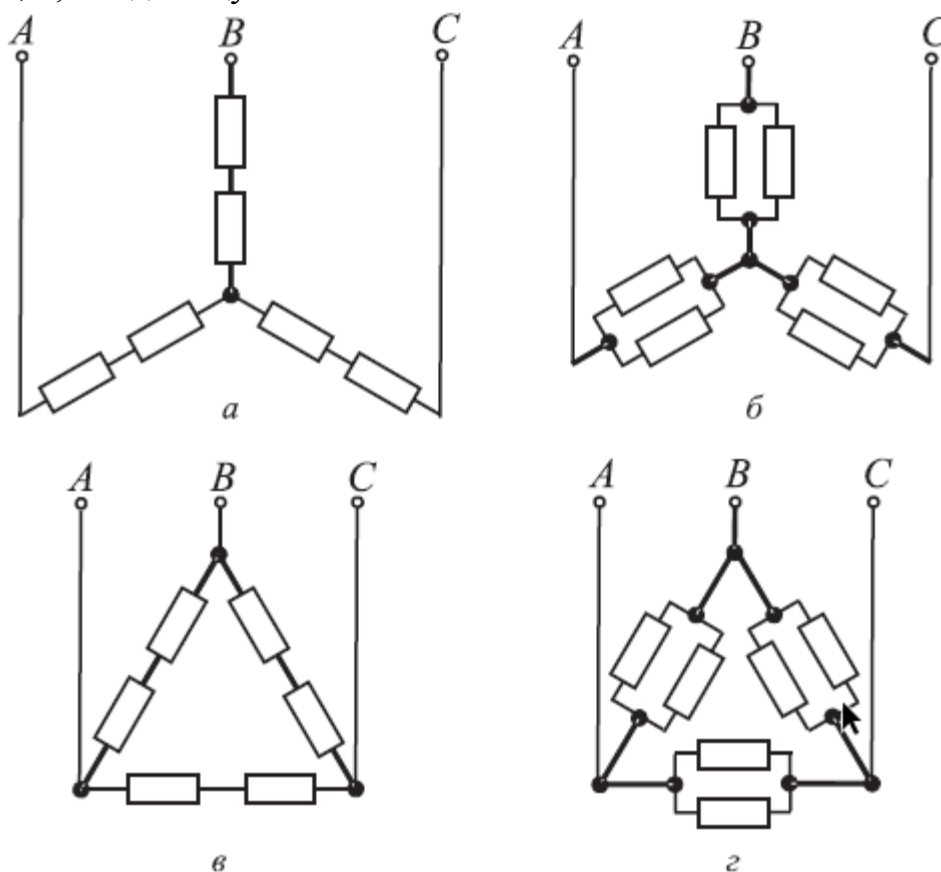

Рис.9.14
**ЗАДАЧА 9.18.** Шесть резисторов одинакового сопротивления включают в трехфазную сеть по приведенным на рис. 9.14 схемам. Определить отношение активных мощностей для указанных схем. Принять мощность для схемы, приведенной на рис. 9.14, а, за единицу.